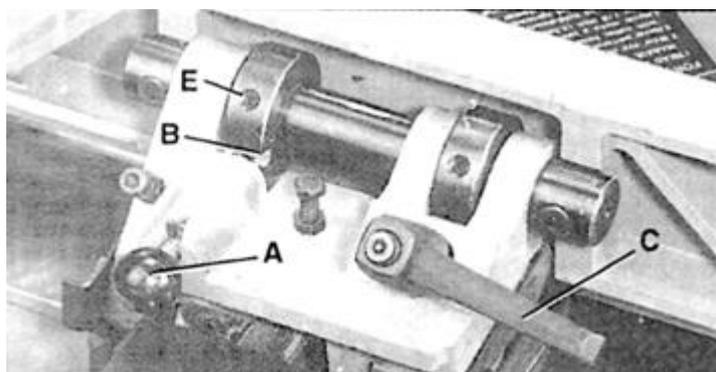

Рис. 38
1. Установите ограждение на 90 градусов относительно стола. Убедитесь, что конец поршня (А) – Рис. 38 соединен с выемкой (В), как показано на рисунке. Затяните стопорную рукоятку (С).
2. Установите угольник (D) – Рис. 38 на стол против ограждения и проверьте, составляет ли угол 90 градусов.
3. Если необходима настройка, открутите установочный винт (Е) – Рис. 38 и стопорную рукоятку ограждения (С).